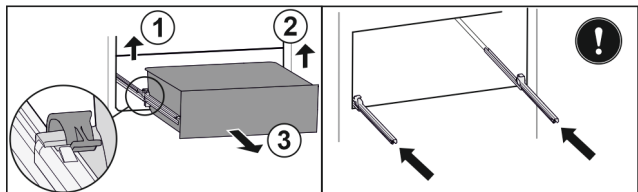

Fig. 95
- ▶ Podnieść lewy zacisk i wysunąć jednocześnie szufladę po lewej do przodu. Fig. 95 (1)
- ▶ Podnieść prawy zacisk i wysunąć jednocześnie szufladę po prawej do przodu. Fig. 95 (2)
- ▶ Wyjąć szufladę do przodu. Fig. 95 (3)